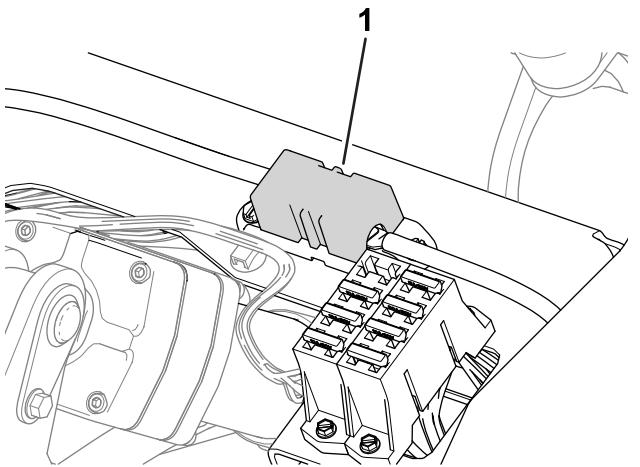

Figura 52
- Os fusíveis do motor da roda direita (60 A) encontram-se debaixo do banco (Figura 52).